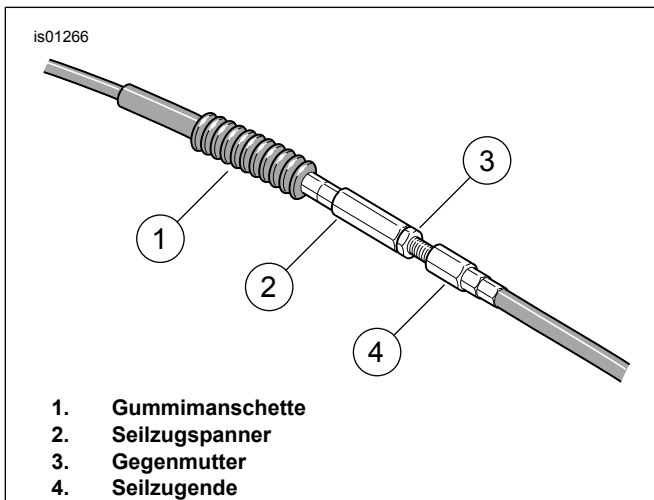

Abbildung 3. Den Kupplungsspanner lösen
2. Siehe Abbildung 3. Den Kupplungsspanner wie folgt lösen, damit der Kupplungszug ganz lose ist:
- a. Die Gummimanschette (1) vom Seilzugspanner (2) herunterschieben.
- b. Den Seilzugspanner mit einem 1/2-in-Schlüssel fixieren und die Gegenmutter (3) mit einem 9/16-in-Schlüssel lösen.
- a. Siehe Abbildung 3. Den Seilzugspanner (2) von der Gegenmutter (3) wegdrehen, bis das Spiel am Handhebel beseitigt ist.
- c. Siehe Abbildung 3. Den Seilzugspanner (2) mit einem 1/2-in-Schraubenschlüssel fixieren. Die Gegenmutter (3) mit einem 9/16-in-Schraubenschlüssel gegen den Seilzugspanner anziehen.
- d. Den Seilzugspanner mit der Gummimanschette (1) abdecken.